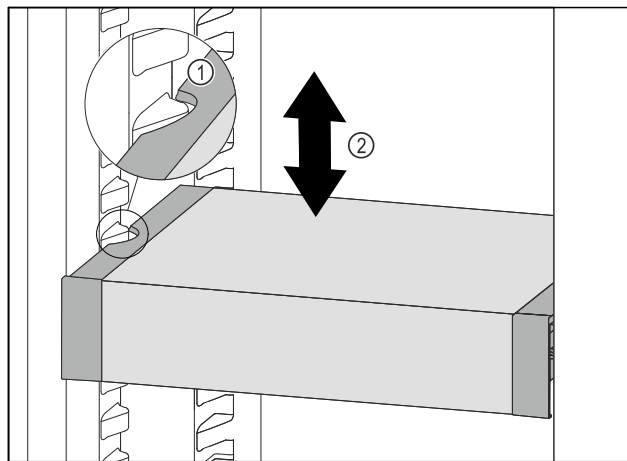

Fig. 118
- VarioSafe ladicu vucite prema naprijed sve dok se bočni otvori VarioSafe ladice ne nađu na visini žlijeba spremnika u hladnjaku. Fig. 118 (1)
- Pomičite ladicu VarioSafe u hladnjaku prema gore ili dolje sve dok ne dosegnete željenu visinu. Fig. 118 (2)